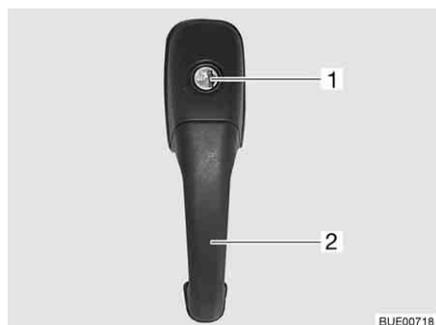

Fig. 28 Serratura della porta di ingresso, lato esterno
- Inserire la chiave nel cilindro della serratura (Fig. 28,1) e ruotare fino a quando la serratura della porta si sblocca.
- Tirare la maniglia della porta (Fig. 28,2). La porta è aperta.
- Inserire la chiave nel cilindro della serratura (Fig. 28,1) e ruotare fino a quando la serratura della porta si blocca.